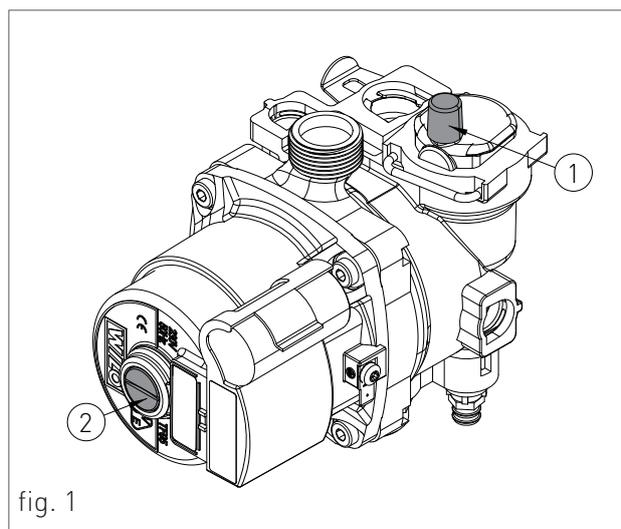

fig. 1
2. desserrer le bouchon du purgeur du circulateur (1-fig. 1) pour permettre à l'air de sortir de l'installation;
3. desserrer le bouchon du purgeur positionné en haut au (3-fig. 1) pour permettre à l'air de sortir de l'installation;
8. dévisser le bouchon du circulateur (2-fig. 1) pour éliminer toute bulle d'air et le refermer dès que l'eau en sort ;